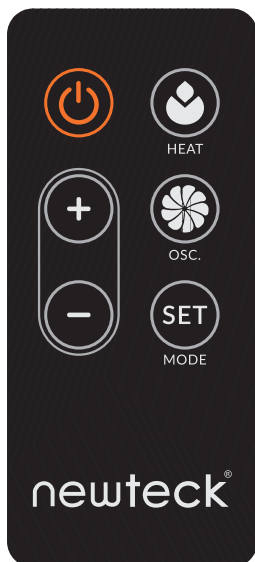

BILD 1
1. Ziehen Sie den Batteriehalter auf der Rückseite der Fernbedienung heraus. (Bild 1)